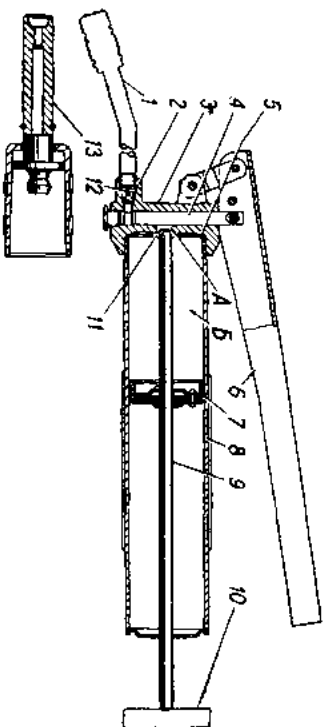

Рис. 15. Рычажно-длинножерный шприц.
**Рычажно-длинножерный шприц** (рис. 15) предназначен для ручной смазки узлов, снабженных прессмасленками. Вместимость шприца 340 см3.